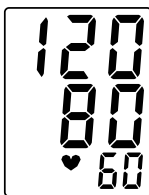

Рис.4
9. В конце измерения прозвучит продолжительный сигнал и на экране появятся показания Вашего давления и пульса (рис. 4).